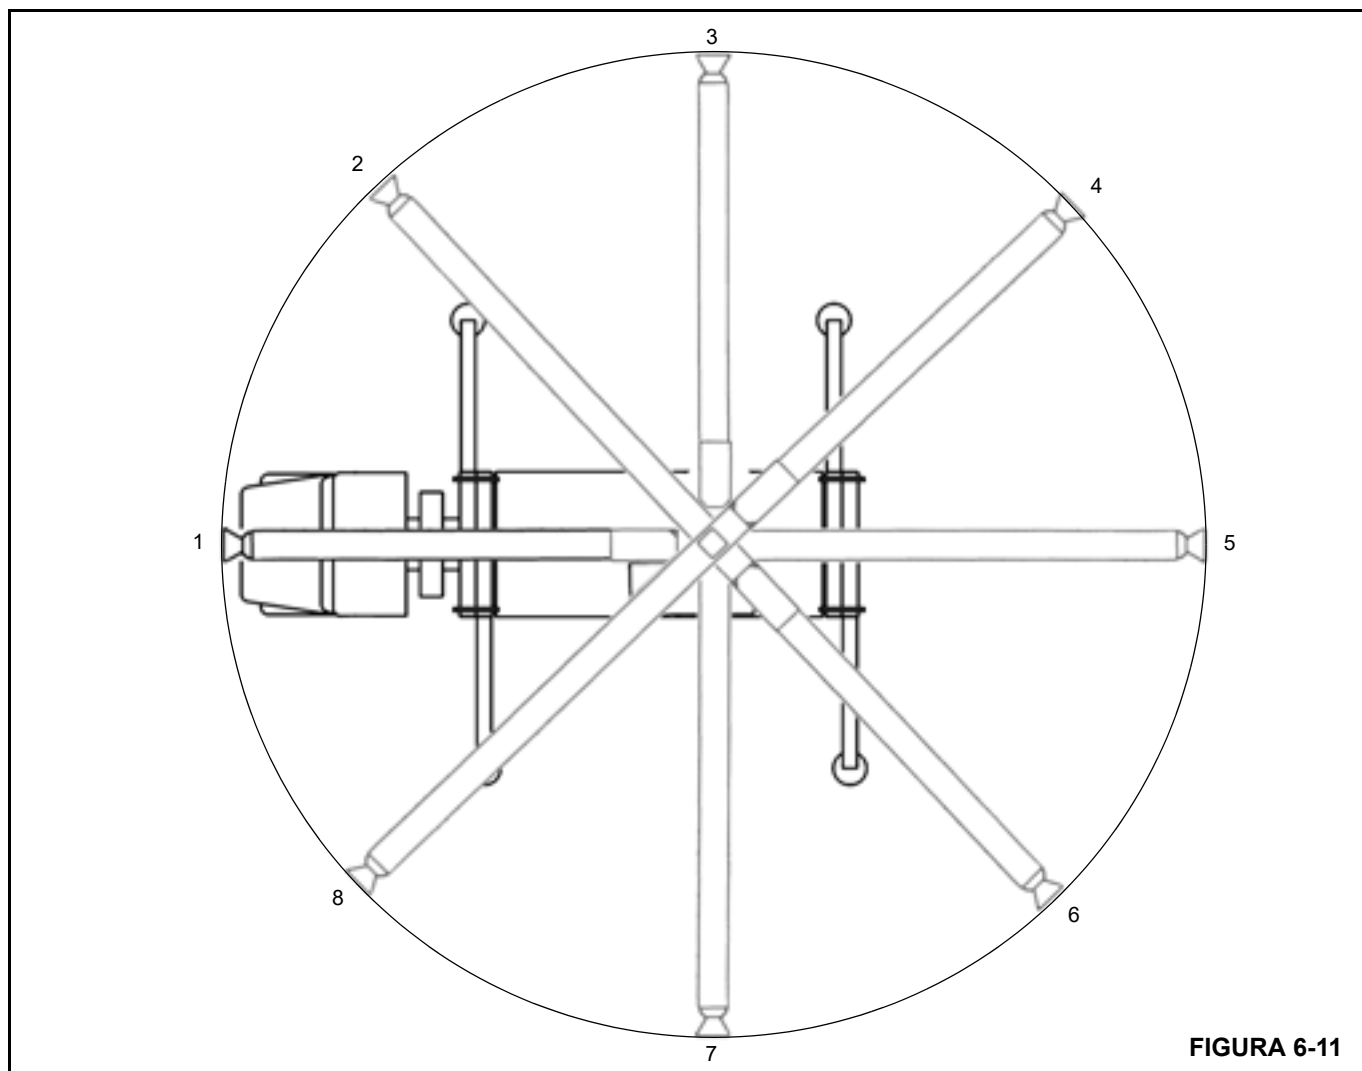

FIGURA 6-11
10. Si el promedio es de menos de 2.2 mm (0.090 pulg), repita la medida cada 45° alrededor de toda la zona de trabajo de la grúa (Figura 6-11).